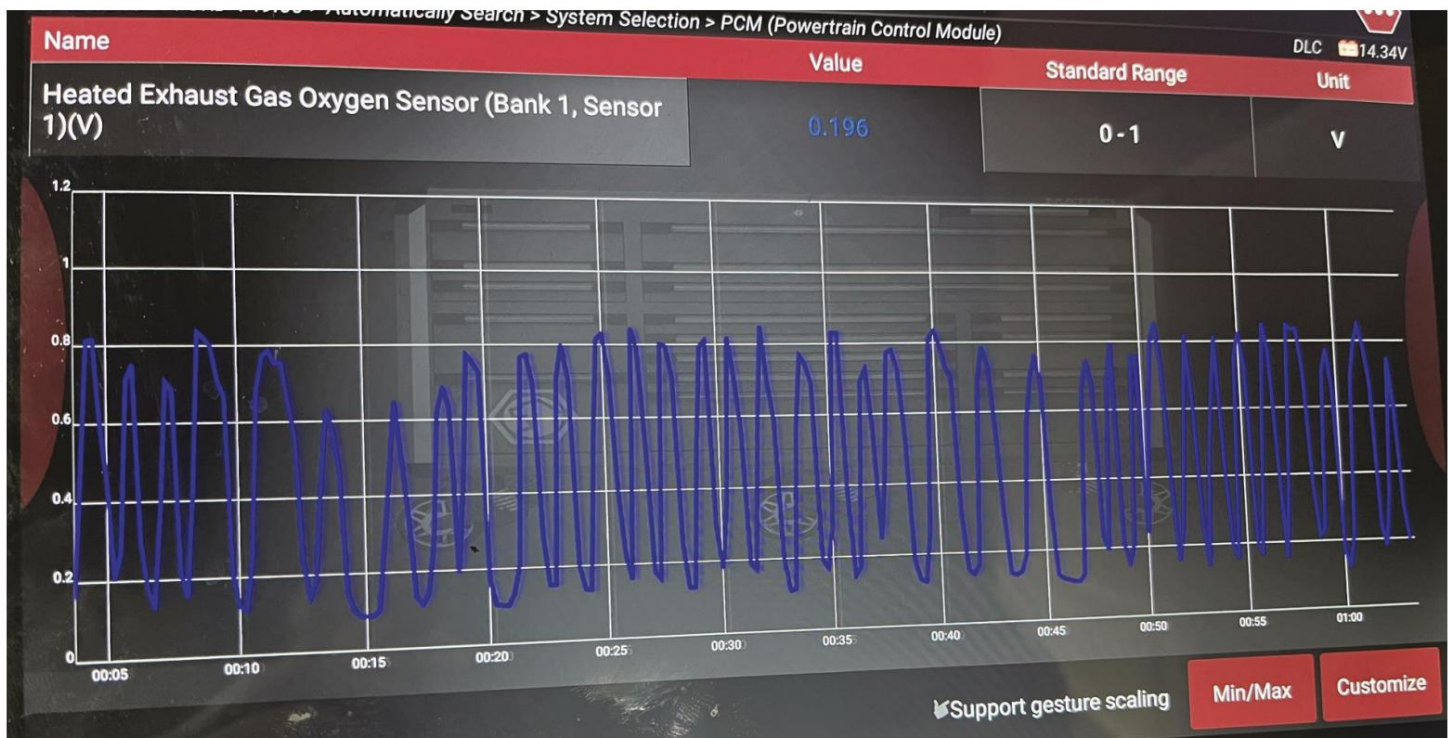

Figura 6. Gráfico de la herramienta de escaneo que muestra la actividad del sensor de oxígeno.
- Con la llave encendida/motor en marcha (KOER)/el sensor de oxígeno de circonio convencional aguas arriba debe cambiar rápidamente entre 200 mV y 800 mV. Figura 6.